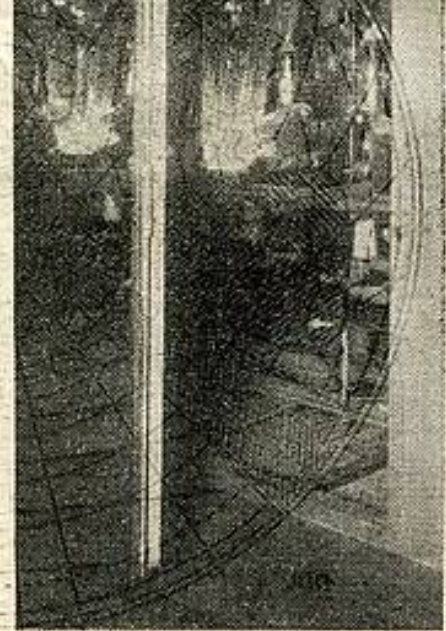

Fig. 4. — Vue avant des redresseurs H.T. 12.000 V. à ampoule à vapeur de H.G.
b) Les redresseurs à haute tension placés au rez-de-chaussée sont au nombre de cinq : quatre en service et un en secours (fig. 4).